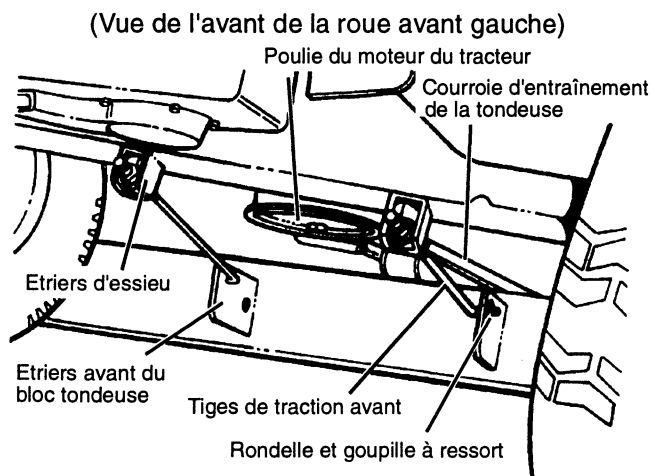

FIGURE 8
au bas de l'essieu avant (voir Fig. 8).
- Positionner la courroie d'entraînement dans la gorge de la poulie du moteur du tracteur, à l'intérieur des guides de courroie (voir Fig. 8 et 9).